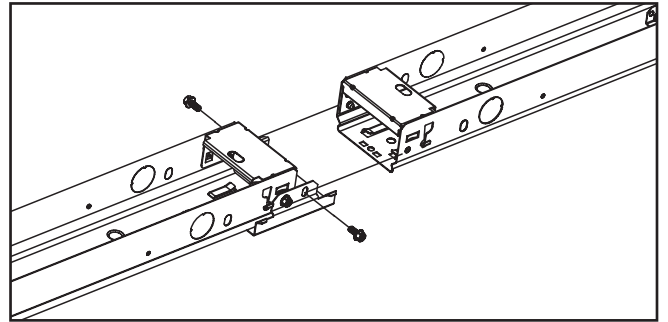

Figure 5.
3. Installez le luminaire sur la surface ou suspendez-le tout en respectant le Code national de l'électricité pour le câblage. Ôtez le support d'extrémité sur le luminaire voisin et attachez les deux luminaires avec le support en tandem et le support du capuchon de milieu (Figures 5 et 6). Ne supportez pas le luminaire avec seulement le support.